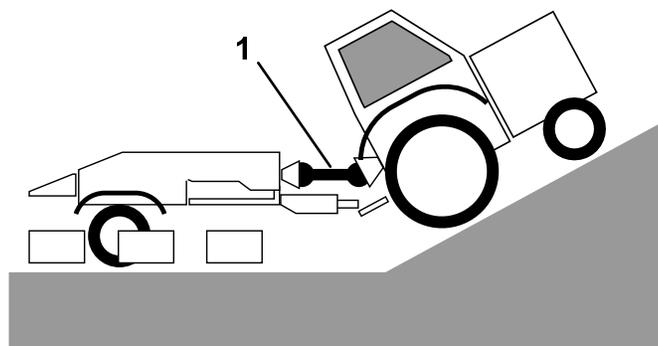

Figure 16
1. Lorsque le tracteur est accouplé à la machine en ligne droite et qu'il est garé dans une position offrant la longueur d'arbre de PDF la plus courte possible (Figure 16), serrez le frein à main du tracteur, tournez le commutateur d'allumage en position ARRÊT et serrez le frein de stationnement de la tondeuse.